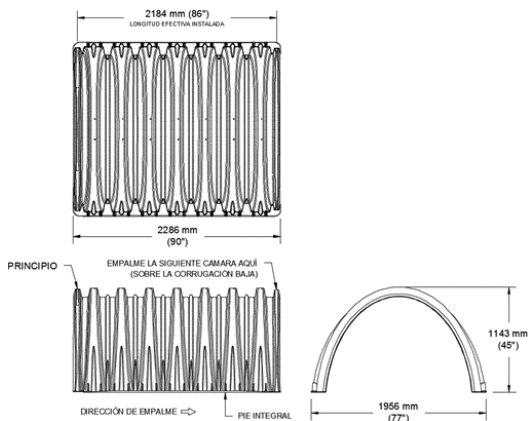

Figura 3. Dimensiones de la cámara MC-3500
- La forma es de arco simétrico alrededor de la corona, con el fondo abierto, mostradas en la Figura 3.